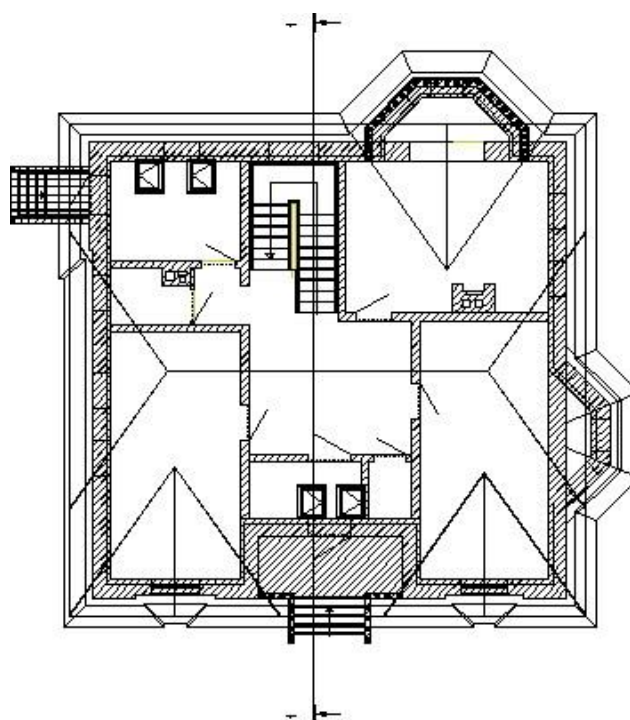

Рис. 30. Линия разреза
4. Далее вводим  первую точку линии разреза (рис. 30).